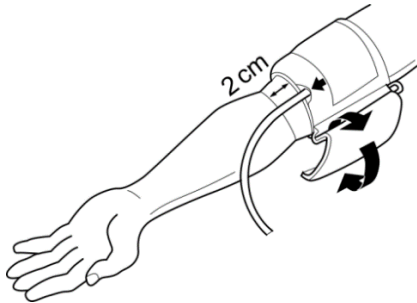

Fig. 8: Posición correcta del brazalete/manguito
5. Coloque el brazalete/manguito en la posición correcta (Fig. 8):